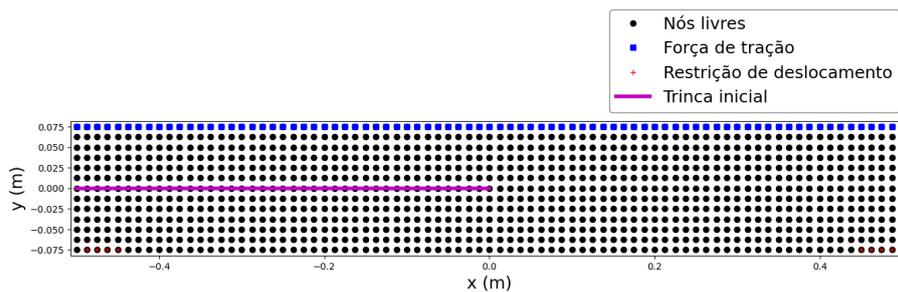

Figura 1: Modelo Peridinâmico. Fonte: Próprio autor.
Nesse trabalho, para a implementação numérica, foi utilizado um programa desenvolvido em *python* para aplicação em 2D, aplicação em 3D está em desenvolvimento [2]. Foi simulado, com *solver Quasi-static*, assim o termo esquerdo da Equação (1) é igual a 0. O modelo constitutivo usado para se obter a força de interação  $f$  é o *Prototype Micro Brittle*. A malha tem dimensões  $1.0 \times 0.5m$ , o material é o *soda-lime glass* pois possui propriedades peridinâmicas conhecidas e experimentadas [1]. Como mostrado na Figura 1, foi aplicado carga de tração na parte superior da malha e restrições de deslocamento na parte inferior. Foi inserido uma trinca inicial na direção horizontal, ela é tratada na teoria peridinâmica como uma descontinuidade no material.